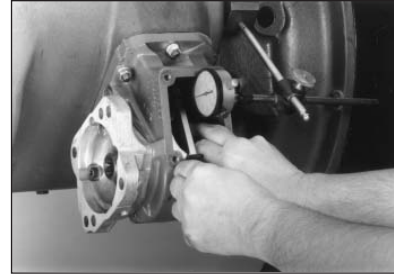

Fig. 9
2. Montar um comparador para registar o movimento do carreto de entrada (engrenagem movida) da tomada de força (ver a **Fig. 9**).